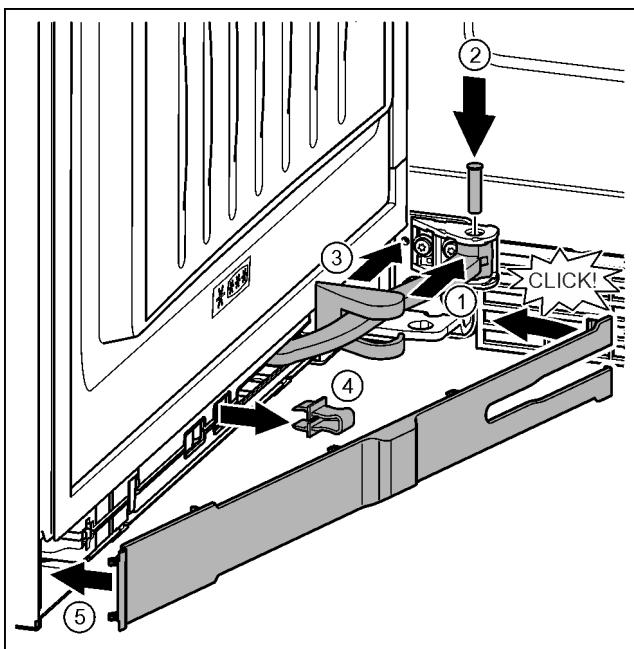

Fig. 40
- Gire la articulación en la suspensión. Fig. 40 (1)
- Introduzca el perno con un destornillador T15 en la suspensión y la articulación. Preste atención a que el saliente de retención descance correctamente en la ranura. Fig. 40 (2)
- Desplace la cubierta del soporte de cojinete a lo largo de la articulación y móntela sobre la suspensión. Fig. 40 (3)
- Retire el seguro. Fig. 40 (4)
- Coloque el panel por el lado del tirador y gírelo hacia dentro. Fig. 40 (5)